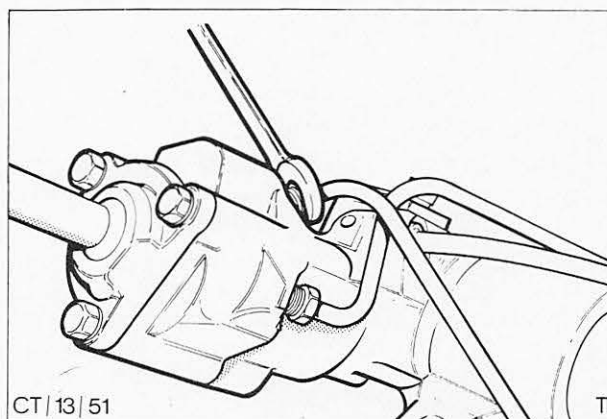

Abb. 24 Entfernen der Verbindungsleitungen
6. Verbindungsleitungen zwischen dem Steuerventilgehäuse und Spurstangengehäuse abbauen, Abb. 24.